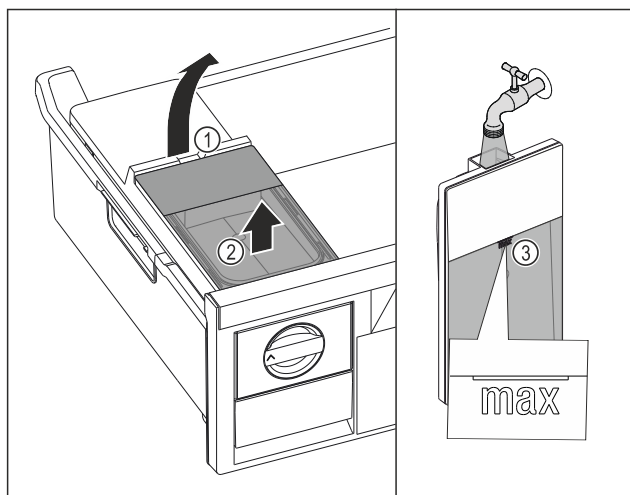

Fig. 71
- Watertank aan de uitsparing Fig. 71 (1) optillen.
- Watertank naar boven toe verwijderen. Fig. 71 (2)
- Watertank tot de markering Fig. 71 (3) vullen met drinkwater.